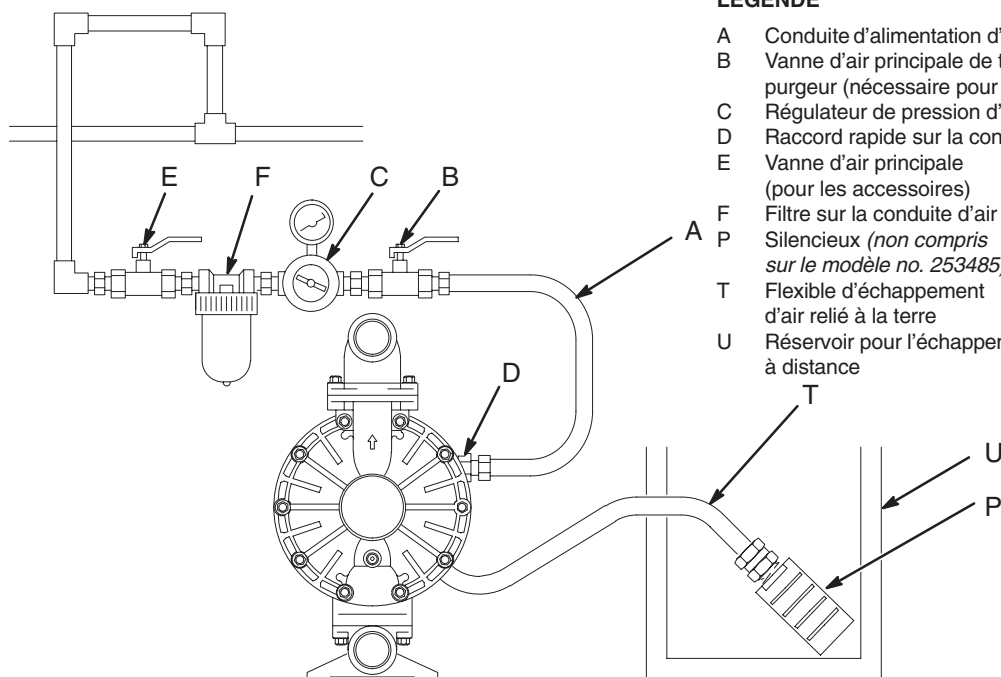

Fig. 5
Une membrane défectueuse provoquera l'échappement du produit pompé en même temps que l'air. Placer un réservoir approprié à l'extrémité de la conduite d'échappement d'air pour récupérer le produit. Voir fig. 5.
1. Retirer le silencieux (P) de l'orifice d'échappement d'air de la pompe.
2. Installer un flexible d'échappement d'air relié à la terre (T) et raccorder le silencieux (P) à l'autre extrémité du flexible. Le flexible d'échappement d'air doit avoir un diamètre intérieur minimum de 19mm. Si un flexible plus long que 4,57m est nécessaire, utiliser un diamètre supérieur. Éviter les angles trop aigus et les nœuds dans le flexible. Voir fig. 5.
3. Placer un réservoir (U) à l'extrémité de la conduite d'échappement d'air pour récupérer le fluide en cas de rupture d'une membrane.